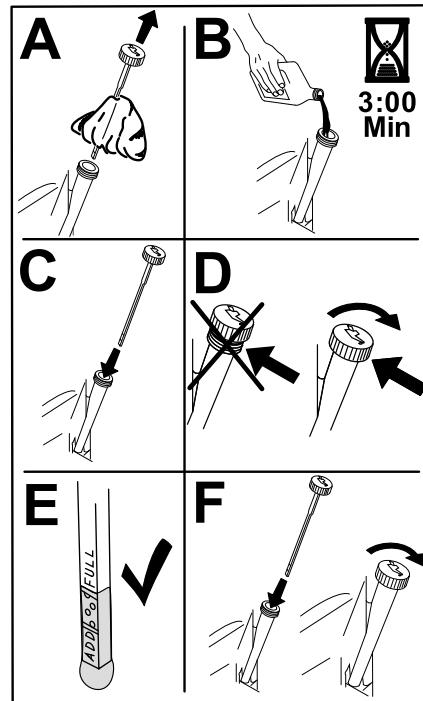

Figura 47
6. Deite cerca de 80% do óleo especificado no tubo de enchimento e adicione lentamente o óleo adicional até chegar à marca Cheio (Figura 47).